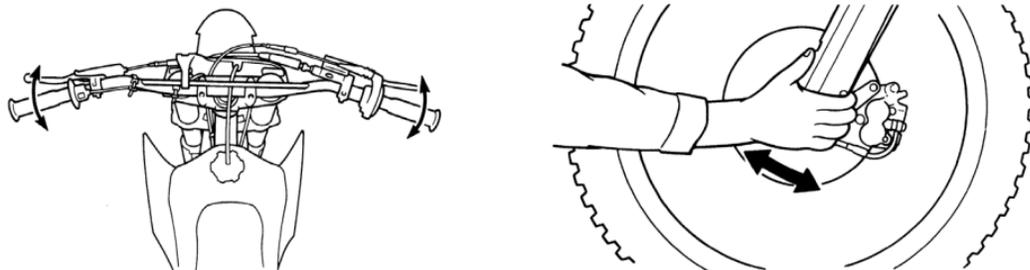

Рисунок 5.27. Проверка рулевой колонки
2. Встаньте перед питбайком. Возьмитесь за вилку (в районе передней оси) и потяните вилку по направлению к двигателю, и обратно (рис. 5.27) несколько раз. Если подшипники изношены, вы почувствуете люфт или даже услышите щелчок / глухой удар.